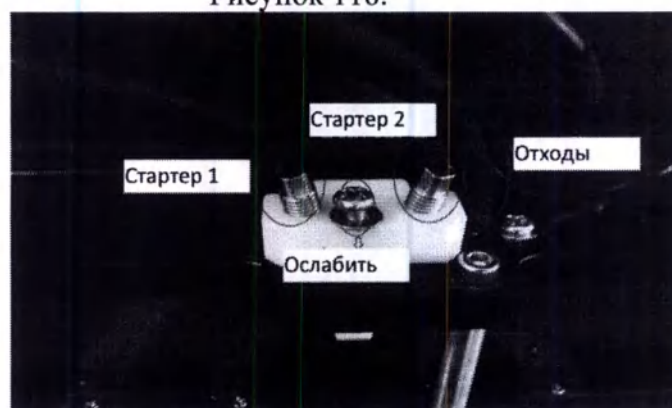

Рисунок 119.
(1) Снимите переднюю и заднюю панели анализатора, что позволит вам получить доступ к камере с разных углов.
(2) Ослабьте винт и отсоедините эти три кабеля (как изображено на рисунке 118) в задней части камеры, снимите черную крышку (с красным светодиодом спереди) камеры. Подъемник камеры будет находиться перед вами (как показано на Рисунок 119).